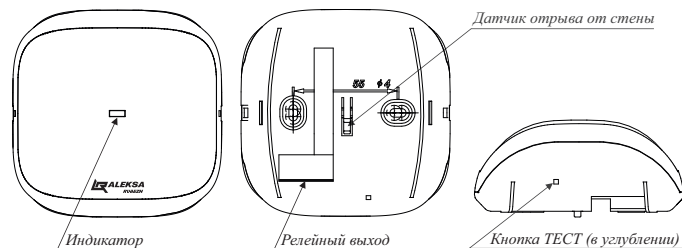

Рисунок 1
- 5.1 МР конструктивно выполнен в пластмассовом корпусе. Корпус состоит из двух частей: основания и крышки. Крышка имеет окно для индикатора, расположенного на плате (рисунок 1). Крышка фиксируется на основании с помощью двух замков.